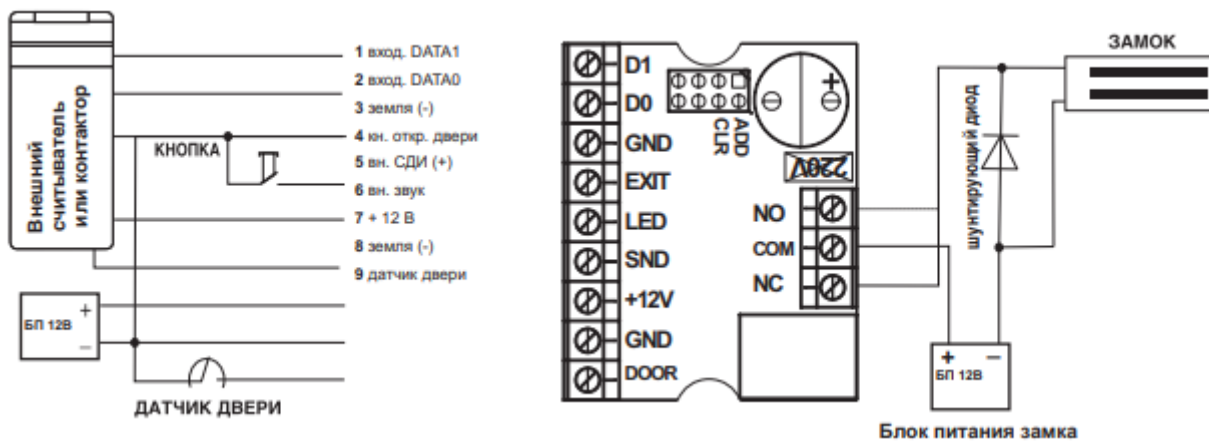

Рис.6 Подключение внешних устройств.
Важно! Для защиты контактов реле от выгорания при подключении индуктивной нагрузки в виде электромагнитного или электромеханического замка следует параллельно обмотке замка установить шунтирующий диод, входящий в комплект поставки (см. рис.6).
6.6.4. Установите шунтирующий диод (рис.6) в случае использования индуктивной нагрузки (электромагнитный или электромеханический замок).